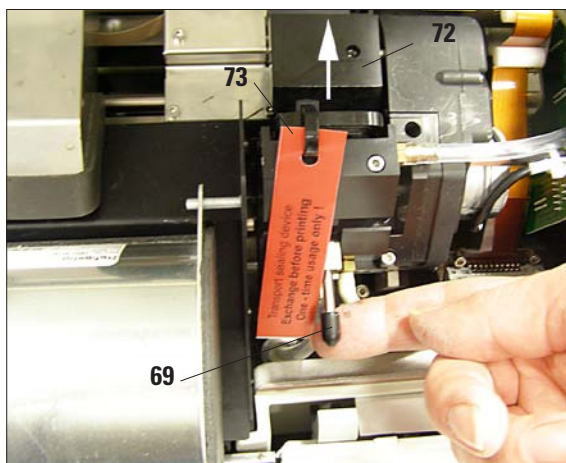

図 37
- 印字ヘッド（72）が上方に、シールリップから約 1 cm 離れた位置まで移動します（図 37）。
- 小型レバー（69、図 37）を押して、元の位置に戻します。